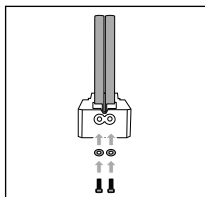

Fig. 3
- ◆ Placez de chaque côté une rondelle **13** dans l'encoche de l'élément de guidage de coupe A **9** et vissez de chaque côté une vis **12** avec la clé Allen **15** dans les barres de guidage **7** (voir fig. 3).